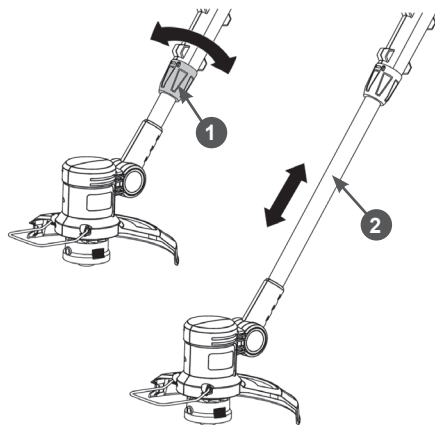

Рис. 6 Регулировка длины штанги
6. Отрегулируйте длину телескопической штанги. Открутите зажимную гайку 1 на 1-2 оборота и установите желаемую длину штанги 2 (Рис. 6). После этого снова закрутите зажимную гайку.